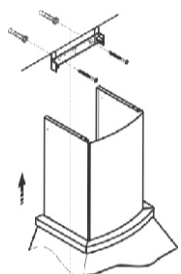

рис. 6
- сделайте отметку по верхнему краю фальштрубы и проведите горизонтальную линию рис. 6 (фальштрубу опустите внутрь вытяжки);
- приложите кронштейн к стене, как показано на рис. 6. Осевая линия кронштейна должна совпадать с осевой линией вытяжки, а верхний край с ранее проведенной горизонтальной линией;